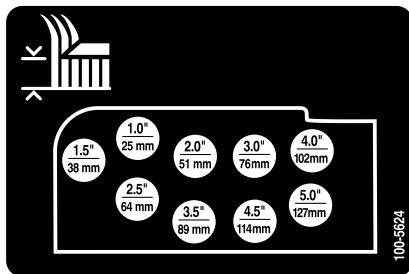

Bild 19
- Montieren Sie die Schnitthöhenketten im gewünschten Schnitthöhenloch (Bild 19) und befestigen Sie sie mit dem Splint und dem Lastösenbolzen.